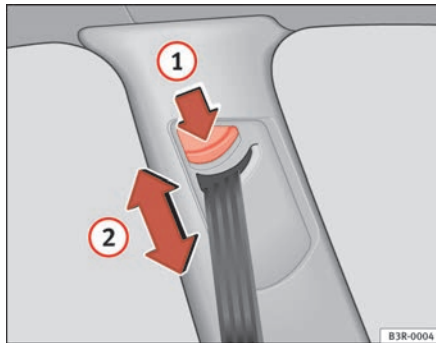

Abb. 16 Gurthöheneinstellung (Umlenkbeschlag)
- Drücken Sie die Taste ⇒ Abb. 16 ① der Gurthöhenverstellung.
- Verschieben Sie den Umlenkbeschlag nach oben bzw. unten, bis der Schultergurtteil ungefähr über die Schultermitte – **keinesfalls über den Hals** – verläuft ⇒ Abb. 16 ②, ⇒ ⚠ in „Gurtbandverlauf“ auf Seite 26.